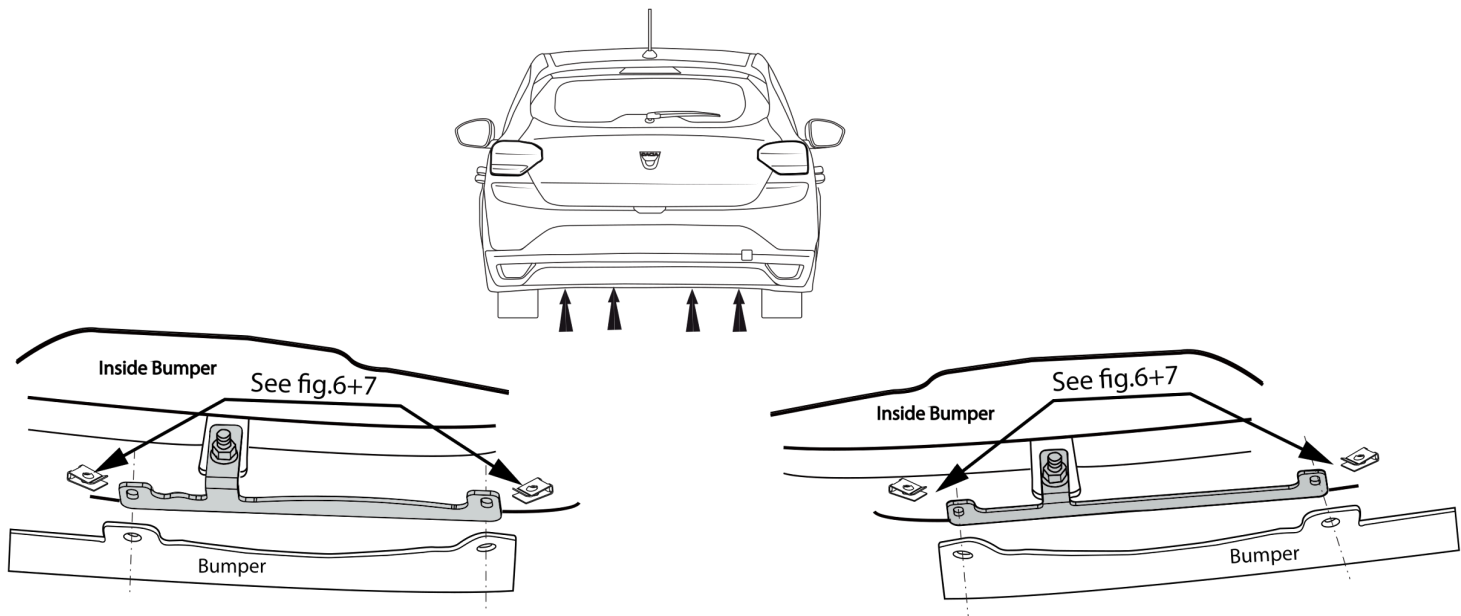

Fig. 3
7. Закрепить упорные элементы I & J в точках K & L. См. рисунок 3.